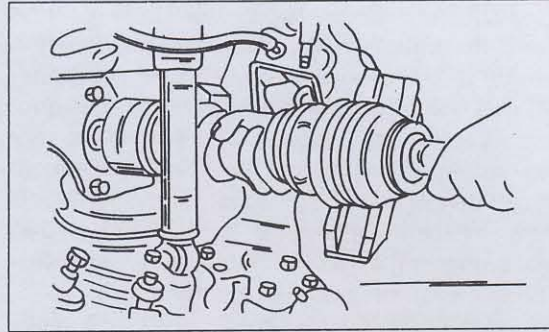

Bild 249
- Muttern und Schrauben der Antriebswelle am inneren Antriebsflansch der rechten Antriebswelle abschrauben oder die Antriebswelle aus der Innenseite des Differentials herausziehen, falls die linke Welle ausgebaut wird. Dabei die Welle mit beiden Händen erfassen, wie es in Bild 249 gezeigt ist und sie mit einem kurzen Ruck herausziehen. Beim Ausbau dieser Welle darauf achten, dass der Öldichtring im Differential nicht beschädigt wird. Ein Sicherungsring ist am Ende der Welle angebracht, welcher sofort entfernt werden kann, da er erneuert werden muss.